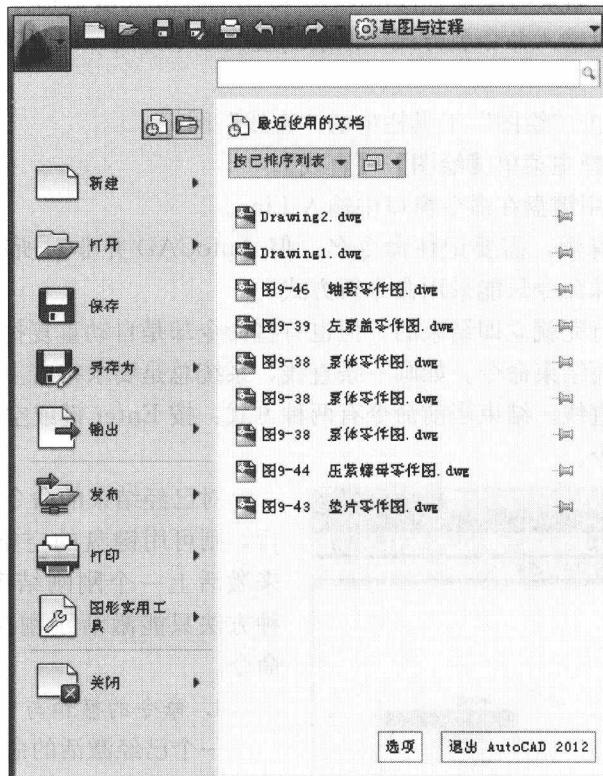

图 1-4 菜单浏览器
(5) 光标。AutoCAD 有十字和 I 字两种光标。十字光标因其形状与十字相似而得名，十字光标中十字线的交点为光标的当前位置，可以精确地确定某一个点，在 AutoCAD 中，十字光标用于绘图和选择对象等操作。I 字光标与英文字母 I 相似，仅用于文字的输入，当执行“文字”命令时，光标出现在文本框内。在命令窗口内，AutoCAD 的光标也为 I 字光标，用于输入命令名称及其参数。
(6) 坐标系图标。坐标系图标初始位置位于绘图窗口的左下角，表示当前绘图所使用坐标系的形式及坐标方向。坐标系图标中 XY 坐标的交点为系统默认的坐标原点。
(7) 命令窗口。命令窗口位于工作界面的下方，用于接收从键盘输入的命令和显示 AutoCAD 的提示信息。在默认状态下，AutoCAD 在命令窗口保留三行最后执行的命令或提示信息。用户也可以通过拖动窗口边框的方式改变命令窗口的大小，以改变显示信息的行数。
(8) 状态栏。状态栏位于工作界面的最下方，用于显示或设置当前的绘图状态和精确绘图的工具，其中左侧的一组数字反映当前光标的坐标。
(9) 菜单浏览器。菜单浏览器图标位于工作界面的左上角，单击菜单浏览器，AutoCAD 会将浏览器展开，如图 1-4 所示。用户可通过菜单浏览器执行相应的操作。